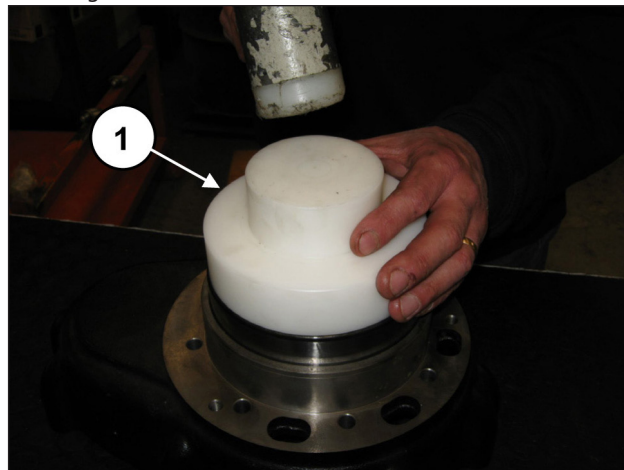
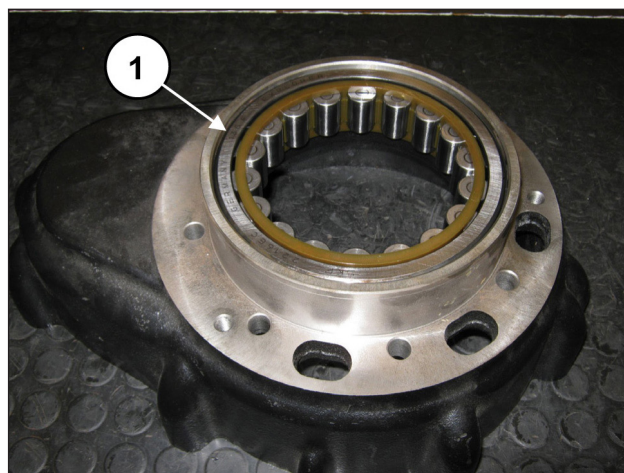

Abb. 53
Abb. 54
Montieren Sie vorläufig auf der entgegengesetzten Seite des Getriebegehäuses den Außenring des Kurbelwellenlagers mithilfe des Werkzeugs Art. 27605000 (Pos. ①, Abb. 53) bis auf Anschlag (Pos. ①, Abb. 54).